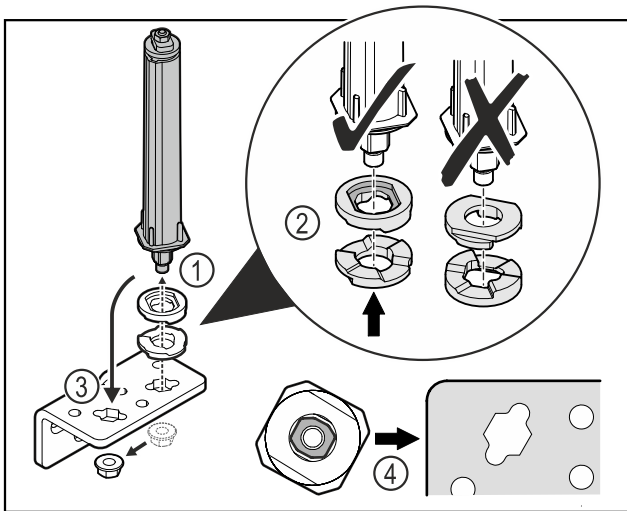

Fig. 30
- Λύστε το παξιμάδι και αφαιρέστε το σύστημα κλεισίματος πόρτας Fig. 30 (1).
- Βεβαιωθείτε για τη σωστή ευθυγράμμιση των ροδελών ρύθμισης ύψους Fig. 30 (2).
- Μεταφέρετε το σύστημα κλεισίματος πόρτας στη γωνία μεντεσέ και στερεώστε με το παξιμάδι Fig. 30 (3).
- Κατά την τοποθέτηση βεβαιωθείτε για τη σωστή ευθυγράμμιση του συστήματος κλεισίματος πόρτας Fig. 30 (4).